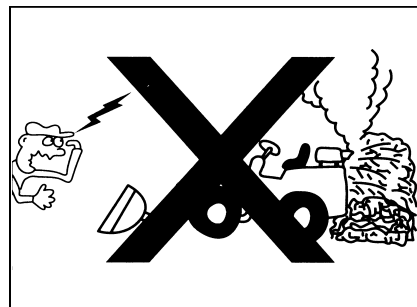

图 2-19
- При остановке погрузчика, следует выбрать окружающую среду вокруг погрузчика, особенно около высокой температуры у звукоглушителя нет легковоспламеняющихся веществ, как сухих трав и старой бумаги. (Рис. 2-19)